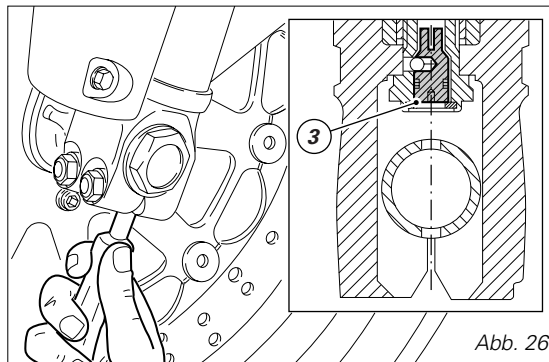

Abb. 26
- 3) (Abb. 26) zur Änderung der hydraulischen Dämpfung in der Druckstufe.